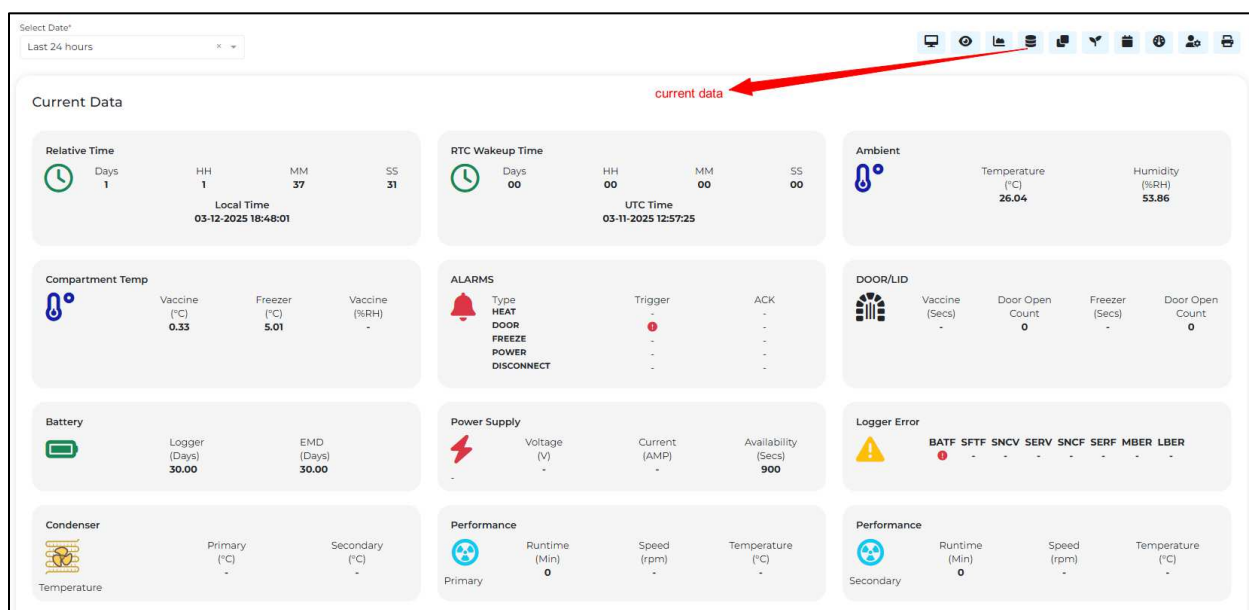

图 51 所选设备的当前数据视图仪表板
- 设备的最新数据记录作为当前数据显示在云应用程序的仪表板上，如图 51 所示。